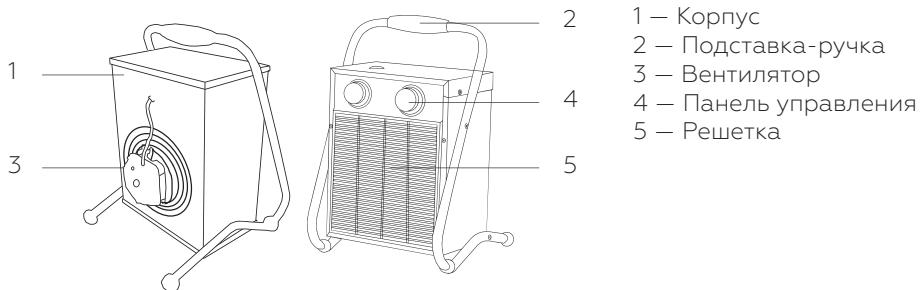

Рисунок 1
Несущая конструкция тепловой пушки (см. Рис. 1) состоит из корпуса (1) и подставки-руочки (2). Вентилятор (3) расположен в задней части устройства. Блок управления смонтирован на шасси, расположенном в верхней части корпуса под крышкой. Органы управления вынесены на панель шасси (4). Внутри корпуса расположены трубчатые электронагревательные элементы, закрытые с лицевой стороны тепловентилятора решеткой (5). Воздушный поток, втянутый вентилятором в корпус, проходя между петлями трубчатых электронагревательных элементов, нагревается и подается в помещение через решетку.